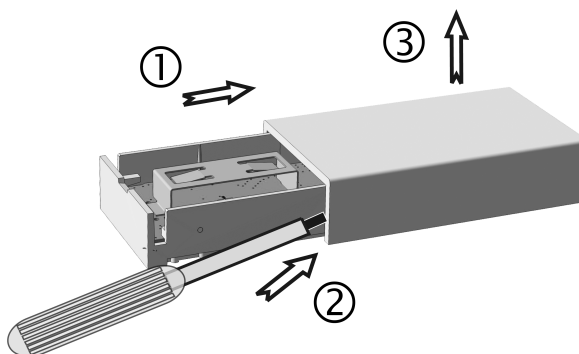

Bild 2: Lyfta av kapslingslocket
- För att överdelen ska kunna tas av måste den först lyftas på en sida, t.ex. med en liten skruvmejsel (Bild 2).